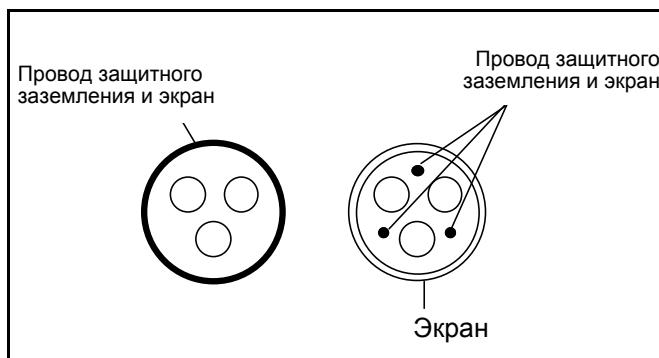

Рисунок 17.
- 2 = симметричный силовой кабель, снабженный концентричной защитной проволокой и предназначенный для определенного напряжения сети. (Рекомендуется кабель МСМК или аналогичный.) См. рис. 17.
- 3 = симметричный силовой кабель, снабженный плотным низкоомным экраном и предназначенный для определенного напряжения сети. [Рекомендуется кабель МССМК, ЕМСМК или аналогичный; рекомендуемое полное проходное сопротивление кабеля (в диапазоне 1...30 МГГц) не более 100мОм/м.] См. рис. 17.
- \* Круговое (360) заземление экрана с помощью кабельных сальников **со стороны двигателя** необходимо для обеспечения ЭМС уровня С2.